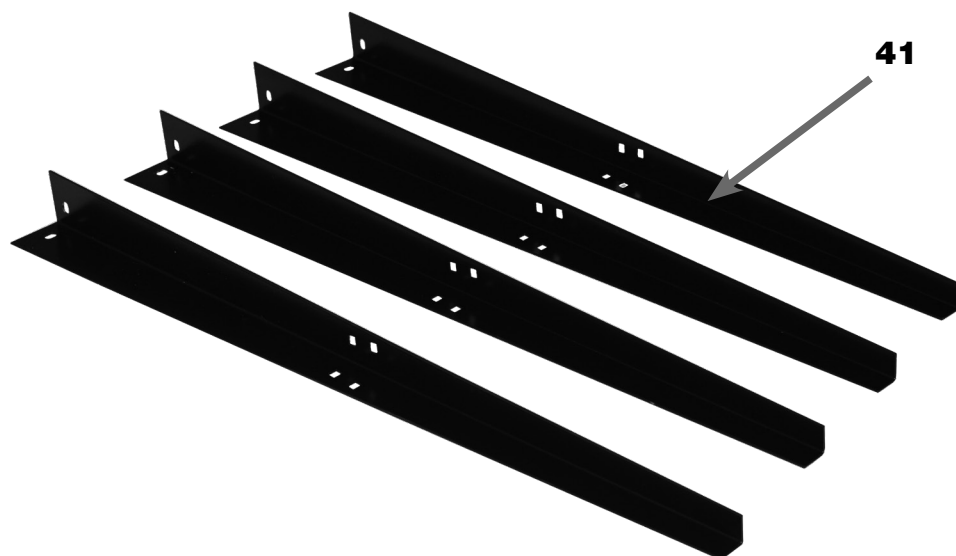

FIGURA 12 – Pernas da Base
1. PREPARAR as 4 Pernas (41) que fazem parte da montagem do Conjunto da Base de Apoio (34) (figura 12);